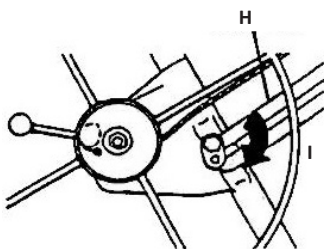

FIG. 5
5. Pousser légèrement l'ensemble du treuil vers l'arrière, vers le cadre. Le verrouillage de la barre coulissante (H) s'enclenche automatiquement et maintient le treuil en pleine extension. (Figure 5)